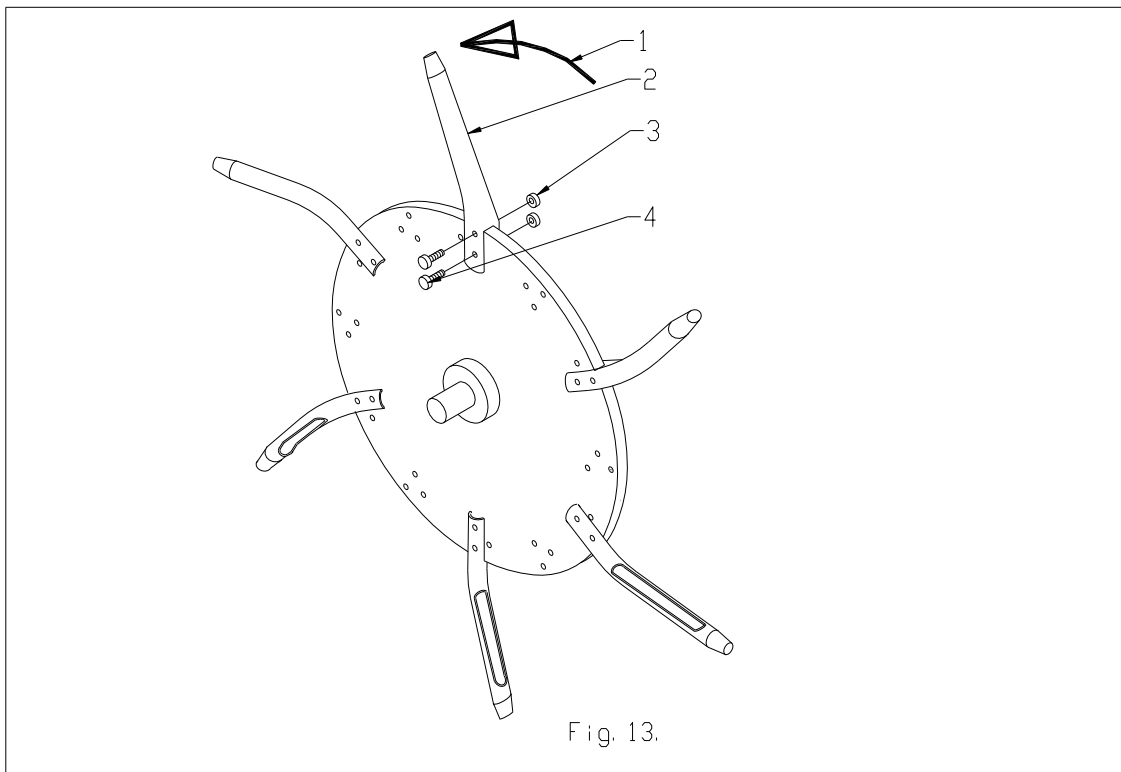

Fig. 13.
11.4 HOHLZINKENSATZ (siehe Abb.13).
Für den Standardrotor steht ein Hohlzinkensatz (# 213.170.014 für 1700 und # 213.220.014 für 2200) zur Verfügung. Dieser besteht aus: 72/96 Hohlzinken (2), 144/192 Muttern (3) und 144/192 Bolzen (4). Die Montage erfolgt wie in Abb. 13 veranschaulicht. Verteilen Sie die Zinken gleichmässig auf der Scheibe. Sollten Sie 12 Zinken pro Scheibe benötigen, bestellen Sie einfach einen weiteren Satz..